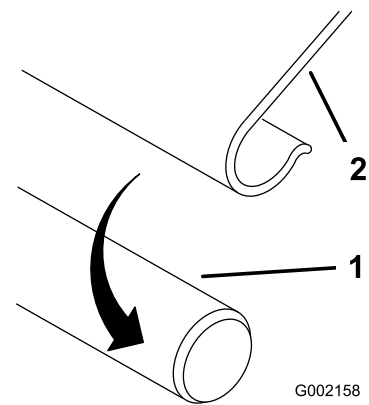

Figure 8
2. Enclenchez les bords recourbés sur les tiges de l'armature (Figure 8).